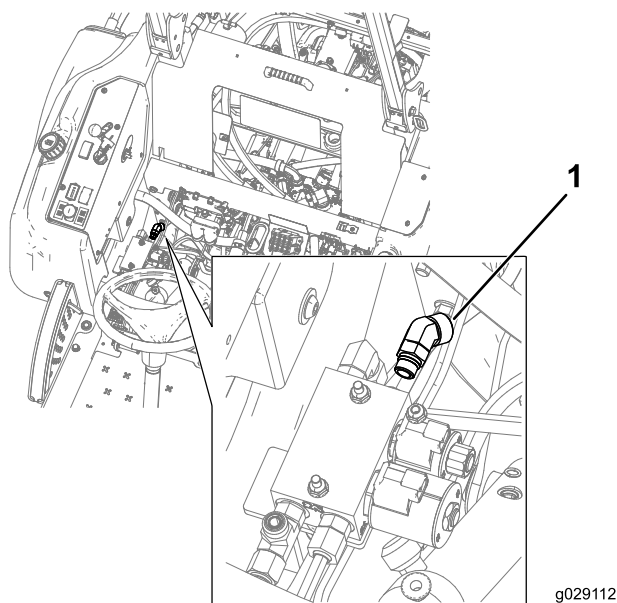

Figure 19
5. Soulevez le siège sur la machine et posez le raccord à 45°, comme montré à la Figure 19.